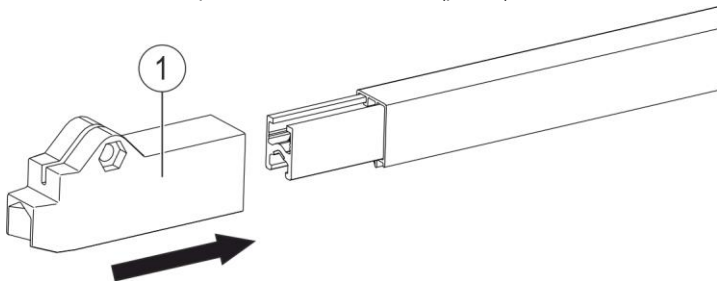

Fig. 97 : Pousser l'embout final sur l'extrémité du rail
→ Mettre en place les embouts finaux (pos. 1) sur l'extrémité du rail (voir Fig. 97) et les monter (voir le chapitre 6.4.3.10).